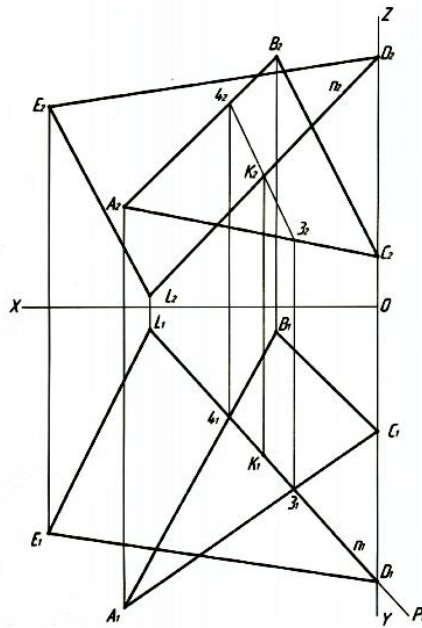

Рис. 3. Построение точки  $K$  — точки встречи перпендикуляра  $n$  с плоскостью  $R(ABC)$  и нахождение точки  $L$
3. Построить точку  $K$  — точку встречи перпендикуляра  $n$  с плоскостью  $R(ABC)$  [ $K = n \cap R(ABC)$ ]. Завершить построение треугольника  $DEL$ , построив точку  $L$ . Точка  $L$  принадлежит перпендикуляру  $n$  [ $L \in n$ ]. Точка  $D$  симметрична точке  $L$  относительно плоскости  $R(ABC)$  [ $DK \cong KL$ ] (рис. 3).
Получив точку  $K$ , мы можем построить точку  $L$ . Так как, точка  $D$  симметрична точке  $L$  относительно плоскости треугольника  $ABC$ , то откладываем  $KL = DK$ . Сначала строим горизонтальную проекцию  $L_1$ , а затем с помощью ЛПС находим фронтальную проекцию  $L_2$  или наоборот (рис. 3).